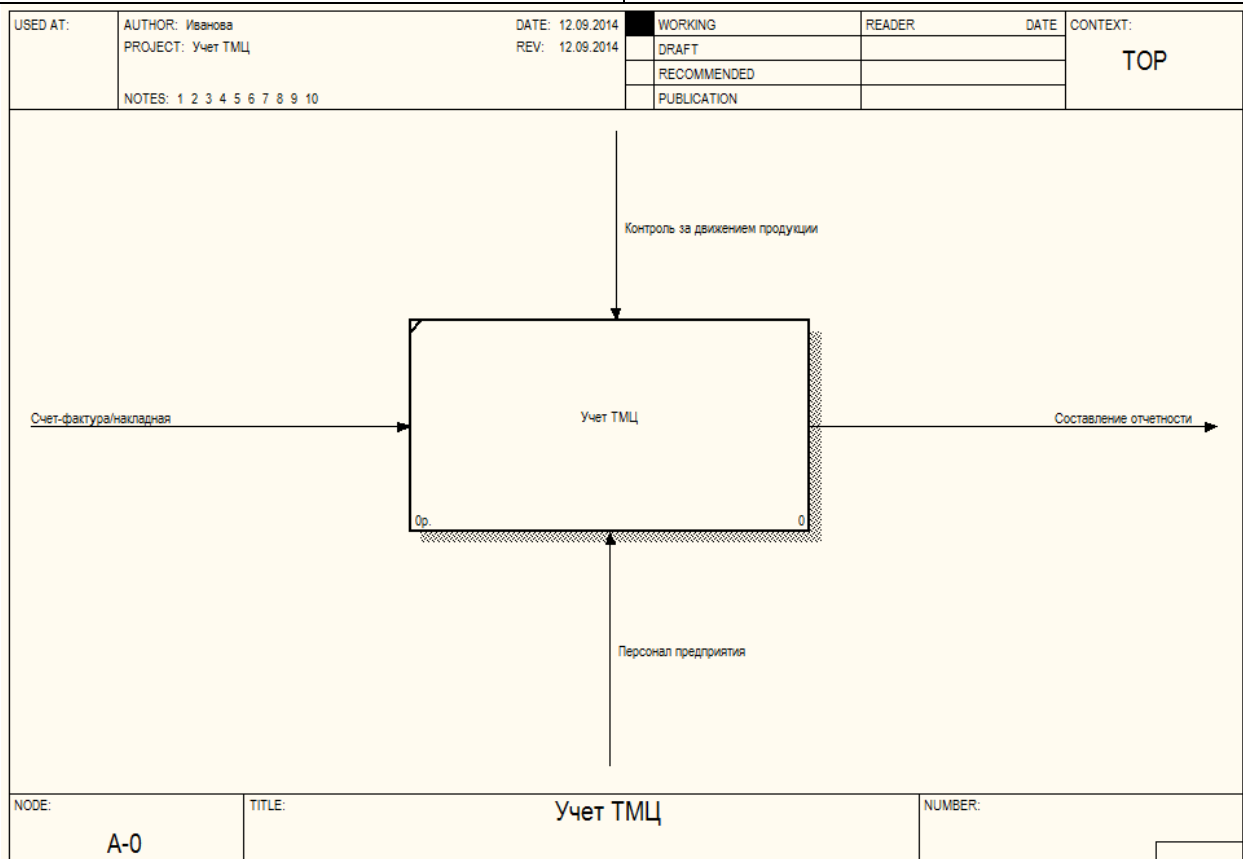

Рис. 35. Контекстная диаграмма Учет ТМЦ
2. В соответствии с табл. 8, 9 и рис. 35 создайте контекстную диаграмму.